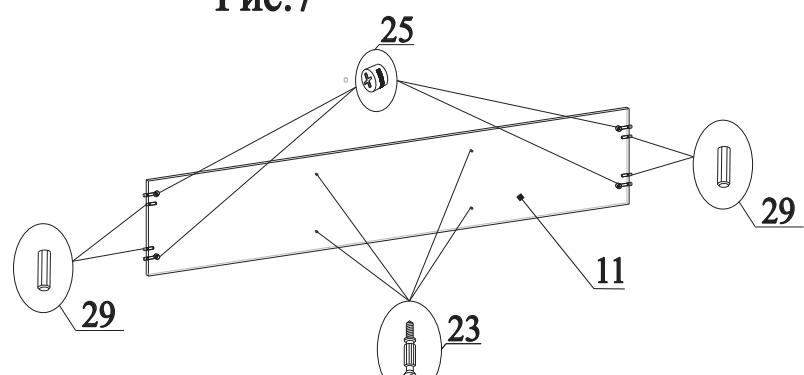

Рис.10
26. В отверстия на детали 11 вставить эксцентрики 25 стрелками к торцевым отверстиям (рис.10);
27. В торец детали 11 вставить шканты 29 (рис.10);
28. В отверстия на детали 11 вкрутить дюбеля 23 (рис.10);